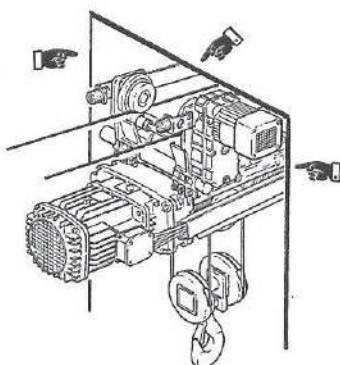

fig.22
- Verificar la altura de instalación y sus relativos espacios de maniobra a disposición del montacargas en relación a su gálibo (fig. 22).